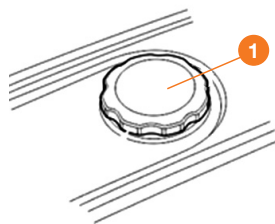

Рис. 3
1. Открутите крышку топливного бака **1** (рис. 3).